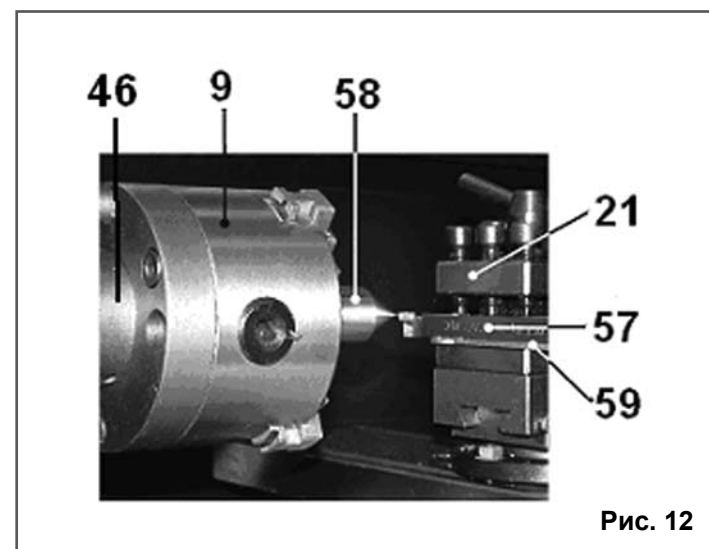

Рис. 12
высоты державки резца). По мере необходимости, при установке резца (57) используйте металлические подкладки (59) разной толщины. Допускается использовать только одну подкладку (59), Рис.12.